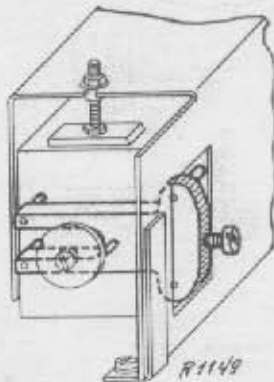

Fig.3
- Schakelaar C** wordt bediend door tandsegment 89 van fig. 3.